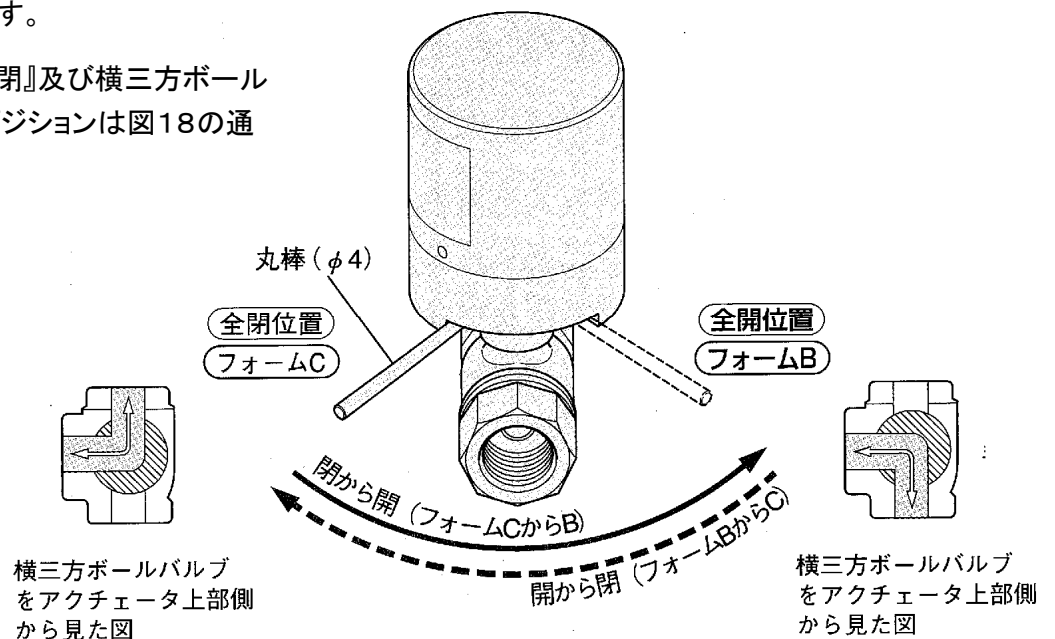

図18
- ③ アクチュエータ下部の手動操作用穴に丸棒を差込み、約 20 秒程度の時間を掛けゆっくりと 90° 回します。
- ④ 『全開』『全閉』及び横三方ボールバルブのポジションは図18の通りです。